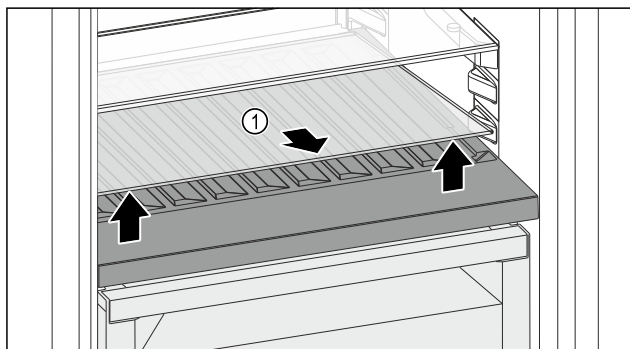

Fig. 107
- ▶ Emelje meg elől, a mélyedésnél az üveglapot Fig. 107 (1), és vegye ki.
- ▶ Biztonságosan tárolja az üveglapot Fig. 107 (1) a készüléken kívül.